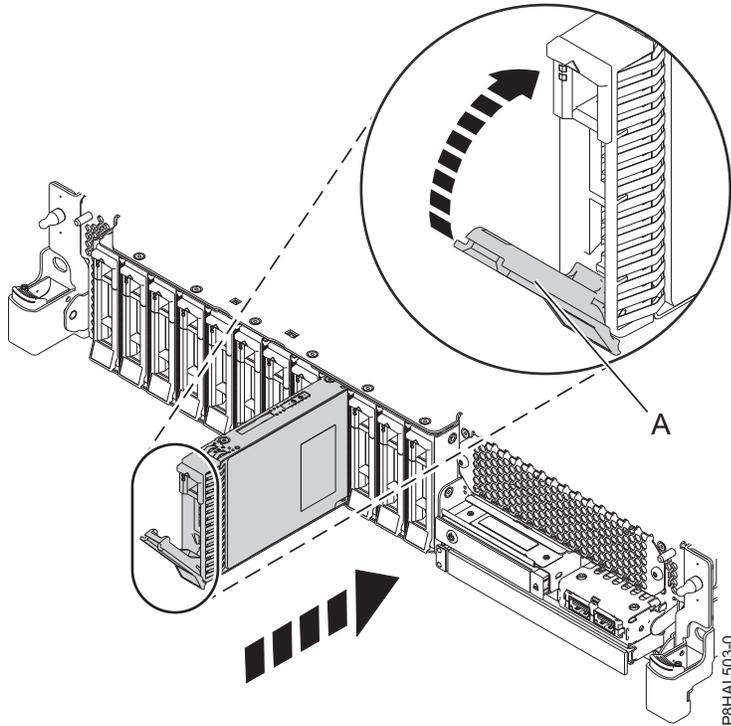
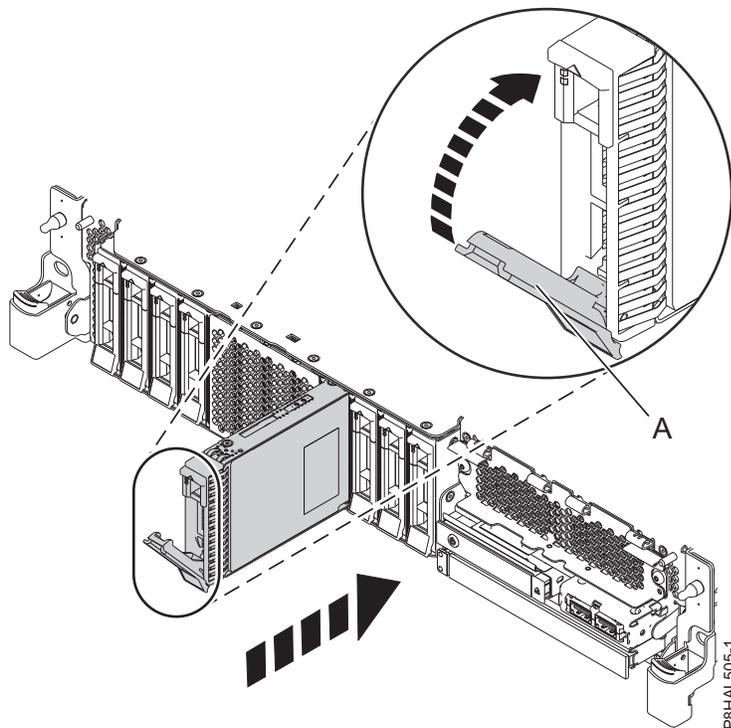

Figura 13. Instalación de una unidad de disco en un sistema de función base
Figura 14. Instalación de una unidad de disco en un sistema de función ampliada
4. Desbloquee el asa de la bahía de unidad (A) ejerciendo presión y tirando de ella hacia usted. Si el asa no está extendida del todo, la unidad no entra en el sistema. Consulte la Figura 13 en la página 19 y la Figura 14 en la página 19.
8. Cuando el LED de identificación se encienda de manera fija, deslice la unidad hasta el fondo del sistema y empuje hacia adentro el asa de la portadora de unidad (A) hasta que quede encajada, como se muestra en la siguiente figura. la Figura 13 en la página 19 y la Figura 14 en la página 19.